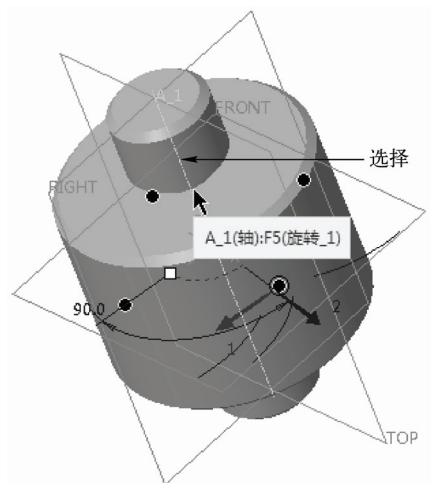

图 15-43 选择“A_1”轴
STEP 15 按住〈Ctrl〉键的同时, 在模型树中选择“拉伸 1”选项和“倒圆角 1”选项, 单击鼠标右键, 在弹出的快捷菜单中选择“分组”|“组”选项, 新建一个组, 单击“编辑”面板中的“阵列”按钮, 打开“阵列”选项卡, 设置阵列类型为“轴”阵列, 在绘图区中选择“A_1”轴, 如图 15-43 所示。